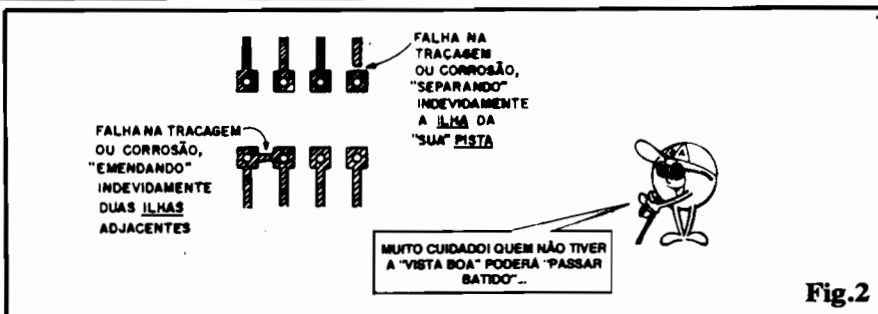

Fig.2
- FIG. 2 - FALHAS TÍPICAS DURANTE A CORROSÃO - Muito bem... A traçagem foi - seguramente - **bem feita** e conferida... Porém, durante a corrosão (“ataque” dos ácidos sobre a película cobreada, mergulhada na solução de perclorato de ferro...), por uma série de motivos (temperatura ou concentração da solução, tempo da operação, etc.) também podem surgir falhas ou defeitos **sérios** no Impresso! A fig. mostra os dois defeitos **mais comuns**, nessa categoria: